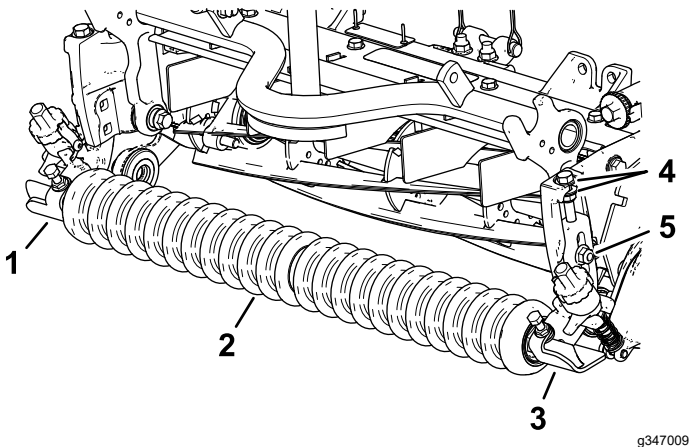

Bild 10
1. Befestigen Sie die linke und rechte Schnitthöhenhalterung und die Frontrolle mit den zuvor entfernten Schlossschrauben lose an den Seitenplatten der Schneideinheit (**Bild 10**).